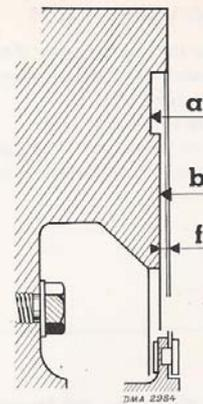

Fig. 17
- . défreiner à l'aide d'une scie les écrous en bout des ressorts (K).
- Démonter les languettes de maintien. Dévisser l'écrou coupelle puis ôter les 3 ressorts (K).
**A - Volant d'embrayage - Fig. 17**